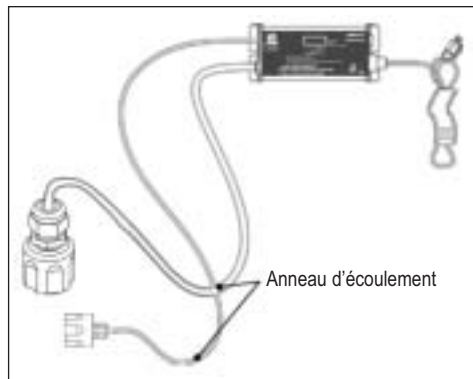
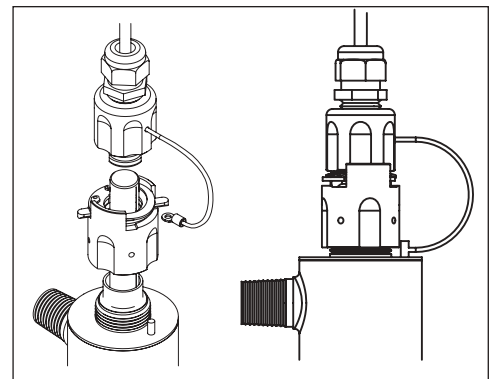

Figure 1D
Figure 1E
• Le ballast devrait être monté soit au dessus ou à côté de la chambre à réaction. Ne le montez jamais verticalement avec le connecteur CA par-dessus le ballast pour ne pas que l'humidité y coule sur le cordon et pose un risque d'incendie. L'emplacement d'anneaux d'écoulement sur le long des cordons reliés au contrôle du ballast est fortement recommandé (voir figure 1D).
4. Montez le contrôleur horizontalement sur le mur, près de la chambre à réaction. Placez idéalement le contrôleur au dessus du réacteur et au loin de tout point de connexion de l'eau. Cela évite qu'une fuite au point de connexion ou qu'un effet de condensation permette à l'eau de s'égoutter sur le contrôleur. Assurez-vous de placer des 'anneaux d'écoulement' (Figure 1D) sur le cordon de la lampe, de la sonde et d'alimentation électrique (ceux-ci préviennent contre l'introduction potentielle d'eau dans le contrôleur). Sécurisez le fil vert de mise à la terre à l'oreille au sommet du vaisseau du réacteur et raccordez-le soigneusement à l'aide du raccord à oreille fourni (figure 1E).